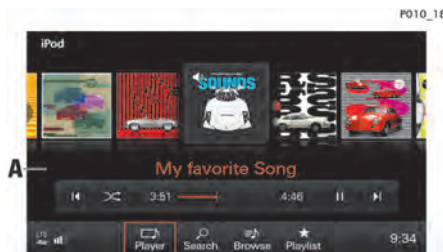

Fig 207: Lecture de musique
2. Balayez l'affichage de Coverflow **A** (fig. 207) vers la gauche ou vers la droite jusqu'à ce que l'album souhaité s'affiche en plus grand au centre de l'écran.